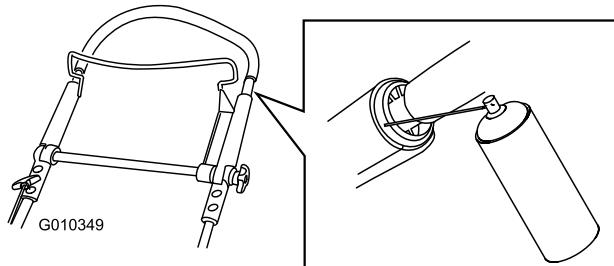

Figura 42
- Rocíe sobre el extremo de plástico exterior del manillar interior (Figura 42).